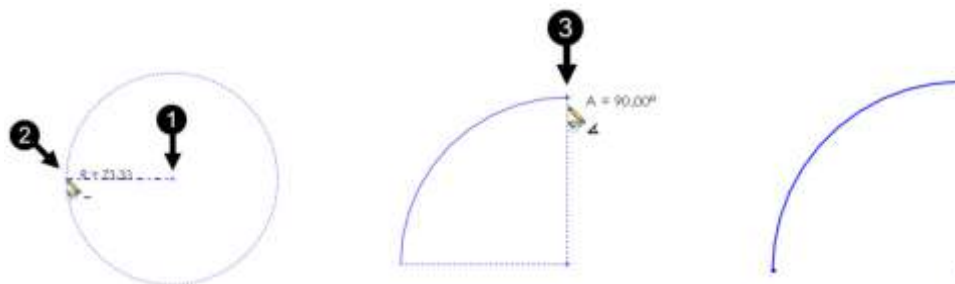

Рисунок 4.41 – Методика побудови дуги через команду «CenterPoint Arc»
- центр дуги «CenterPoint Arc» (рисунок 4.41) – потрібно задати координати центра і однієї з крайніх точок, а потім вказати кут дуги (третя точка).